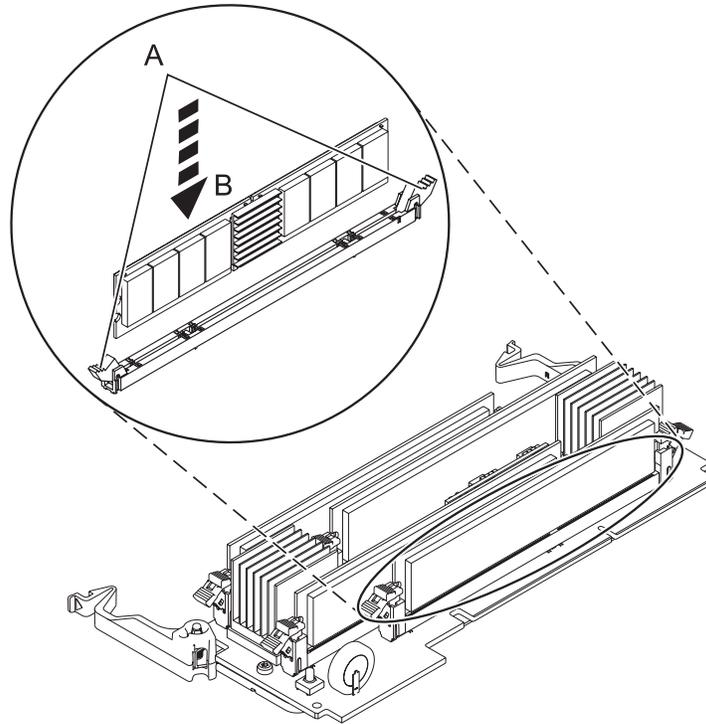

Figura 11. Substituindo um módulo de memória
12. Assegure que as guias de travamento do conector **(A)** estejam empurradas abertas para a posição destravada, conforme mostrado na Figura 11 na página 22, antes de instalar um novo módulo de memória.